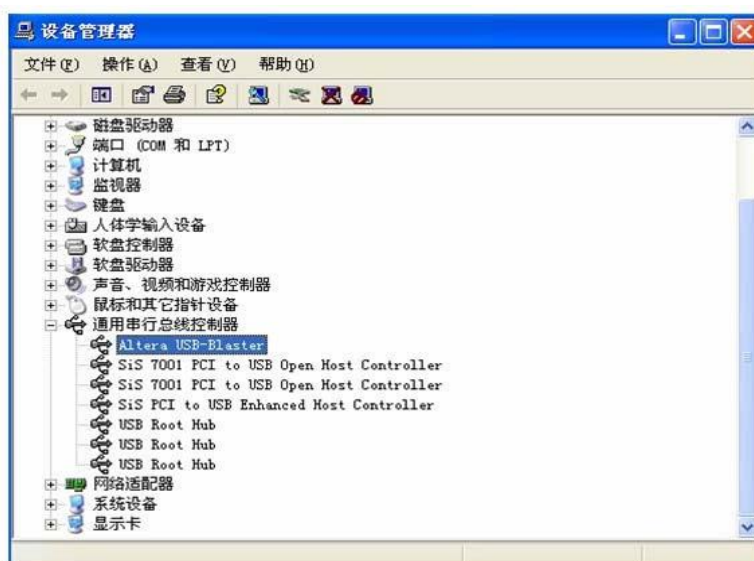

图 1.20 查看安装的设备状况
⑧ 检查硬件安装是否正确。使用设备管理器可以查看 USB-Blaster 驱动是否正确安装。如图 1.20 所示, 在“通用串行总线控制器”中出现“ALTERA USB-Blaster”后表明驱动安装成功。